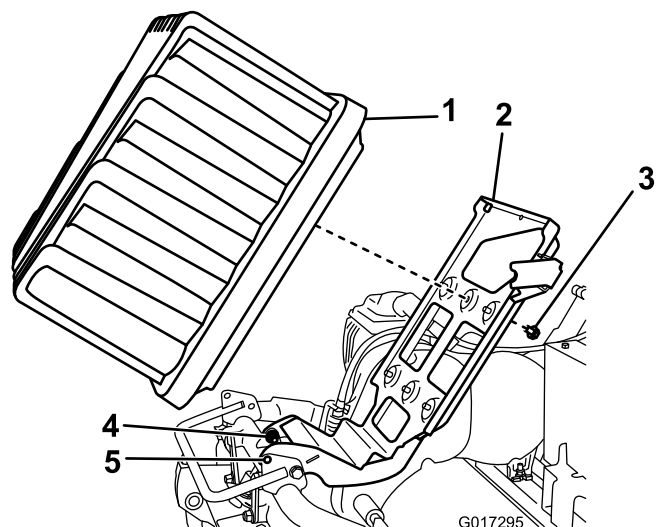

図 9
5. ピボットボルトとナット2組それぞれを半回転ずつゆるめる 図 9。
6. バッテリープラットフォームを上昇させて、ベースとフレームのロック穴をそろえる 図 9。